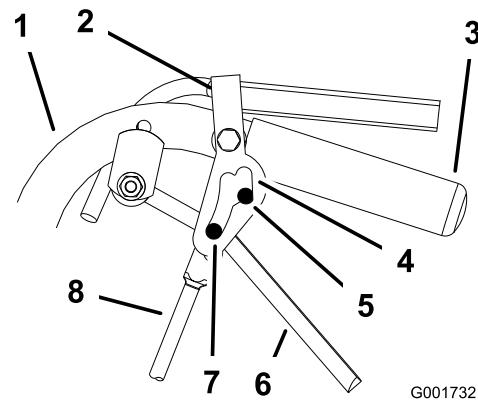

Figura 42
- Quite y ponga el cierre de bloqueo de punto muerto comprobando que la rueda no gira (Figura 42). Continúe con este proceso hasta que la rueda no gire.